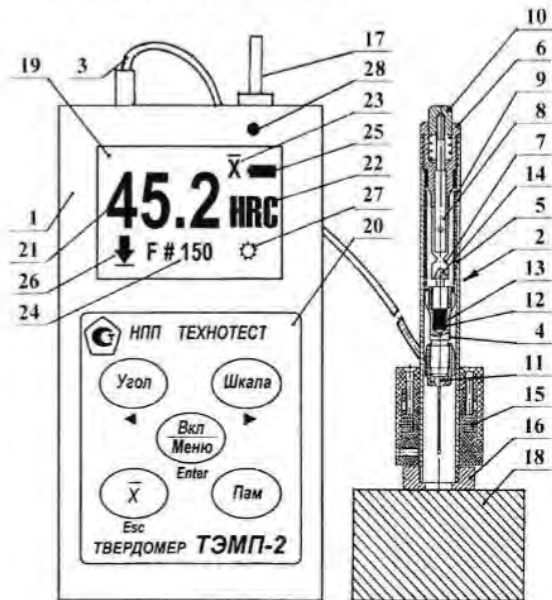

Рис. 1
5.1. Твердомер представляет собой портативный электронный программируемый прибор динамического действия, состоящий из электронного блока, вмонтированного в корпус (пластмассовый или металлический) (1) (см. рис. 1) и датчика (2), соединённых экранированным кабелем (3), а также двух элементов питания типа АА, вставляемых в батарейный отсек корпуса электронного блока.
7.1.1. **Включить прибор кнопкой «Вкл/Меню»** - на дисплее прибора появится индикация в соответствии с рис. 1.